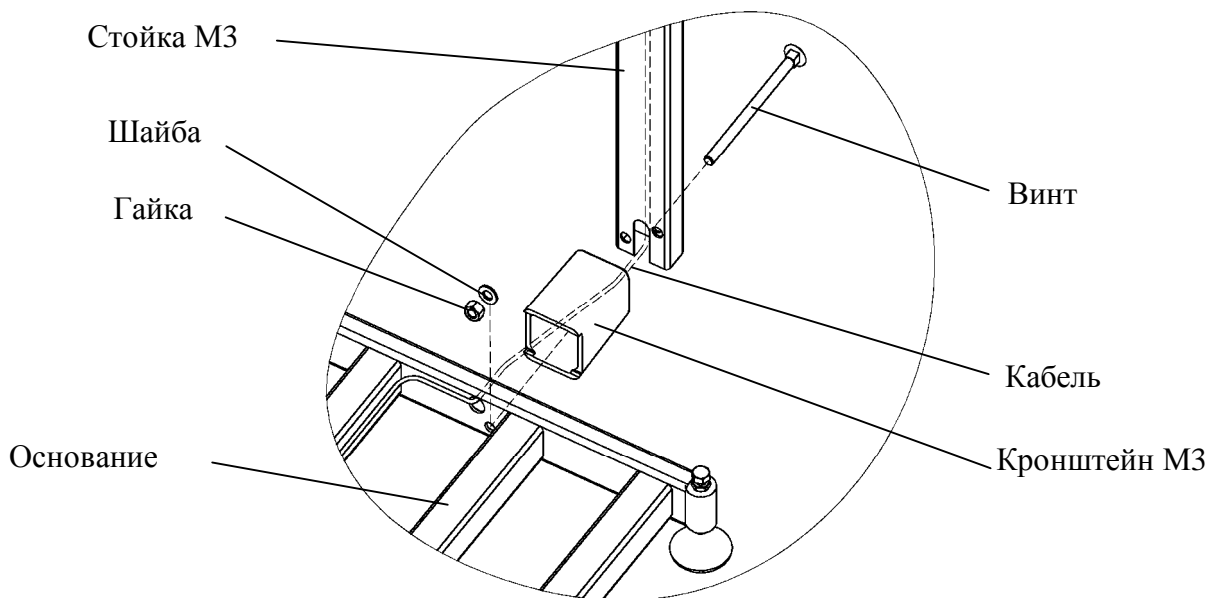

Рис. 6.4 - Крепление прямоугольной стойки к основанию весовой платформы ТВ-М_
- протянуть кабель весовой платформы через кронштейн и стойку (Рис. 6.4);